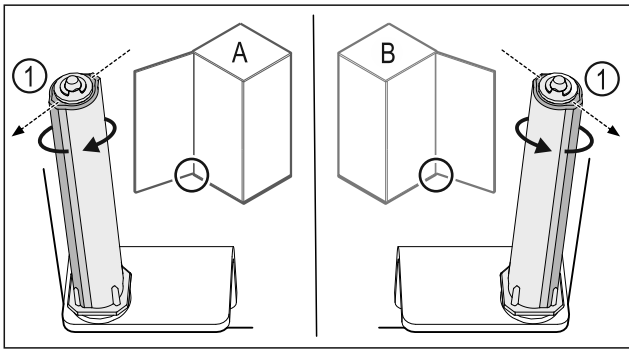

Fig. 39 Розкриття ліворуч (A) / Розкриття праворуч (B)
- ▶ Систему закриття повертати проти опору доки перемичка системи закриття Fig. 39 (1) не покажуть назовні.